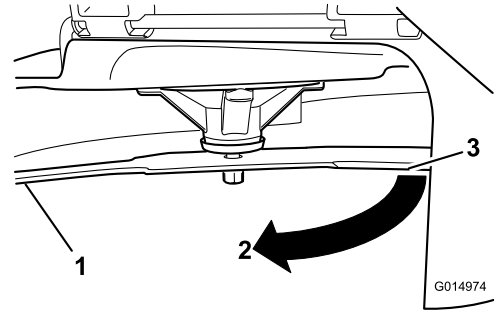

図 62
4. 同じブレードを180度回転させる。すなわち、ブレードのもう一方の刃先が、先ほど測定した場所と同じ位置にくるようにする図 62。